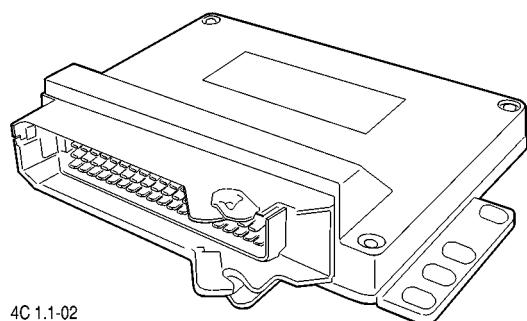
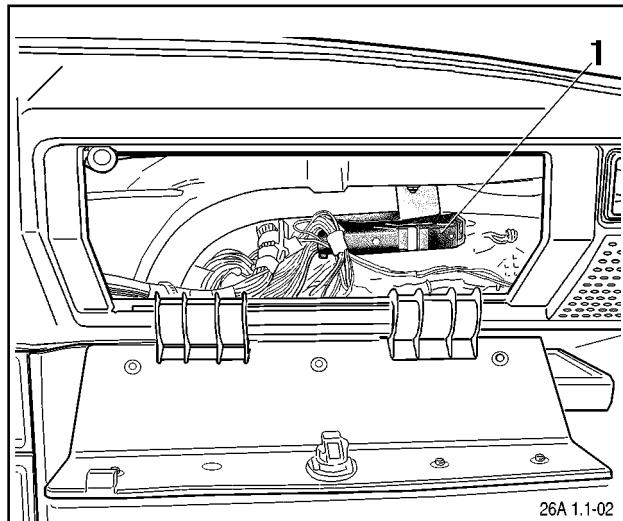

Рис. 1.1-01. Контроллер "Январь-5.1.3".
Рис. 1.1-02. Расположение контроллера: 1- контроллер
Контроллер (рис. 1.1-01) является центральным устройством системы управления двигателем. Он получает информацию от датчиков и управляет исполнительными механизмами, обеспечивая оптимальную работу двигателя при заданном уровне показателей автомобиля. Контроллер 1 расположен под консолью панели приборов 3 и закреплен на кронштейне 2 (рис. 1.1-02).
3. Отвернуть гайку винта крепления и снять контроллер вместе с основанием, отсоединив колодку жгута проводов (рис. 1.1-02).